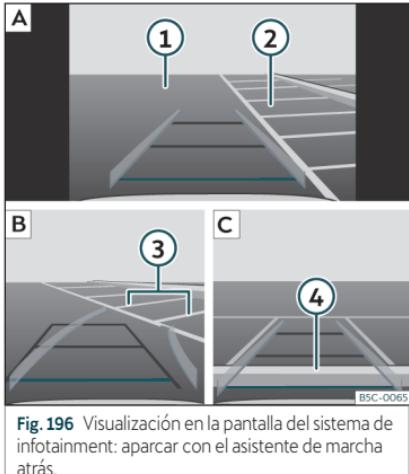

Fig. 196 Visualización en la pantalla del sistema de infotainment: aparcar con el asistente de marcha atrás.
Leyenda de la fig. 196:
- Sitúe el vehículo delante del hueco de aparcamiento **» fig. 196 ② [A]**.
- Retroceda girando el volante de manera que las líneas amarillas se introduzcan en el hueco de aparcamiento. Las líneas verdes y amarillas tienen que coincidir con las líneas de delimitación laterales **③ [B]**.
- Detenga el vehículo cuando la línea roja haya alcanzado la delimitación trasera **④ [C]**.